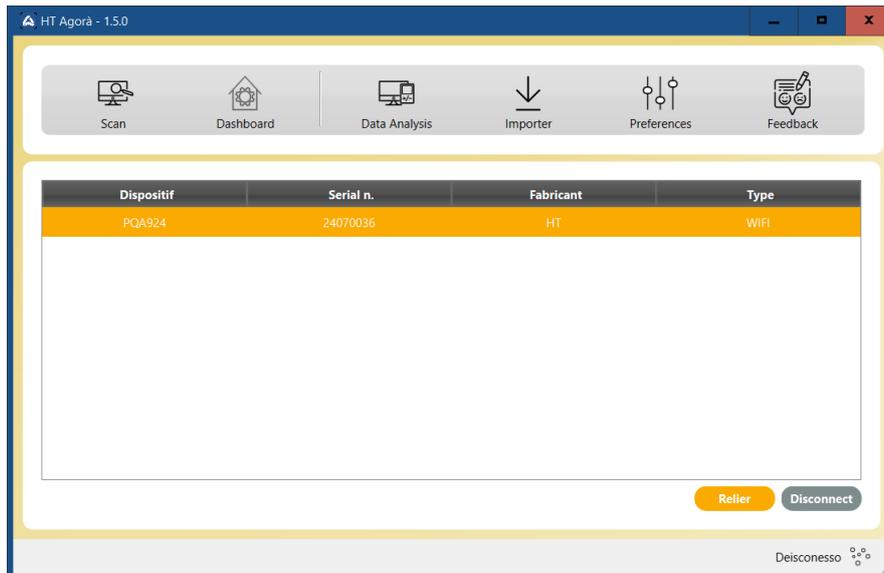

Fig. 85: Connexion de l'instrument avec le logiciel HTAgorà et connexion WiFi
5. Cliquer sur la touche « **Scan** » pour détecter l'outil. La ligne « PQA924 » et le type de connexion « WiFi » s'affiche comme indiqué sur la Fig. 85